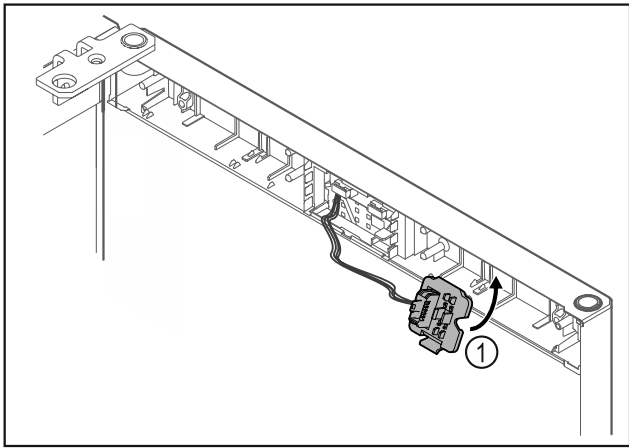

Fig. 21
- ▶ Установите и зафиксируйте держатель штекера Fig. 21 (1) на противоположной стороне.